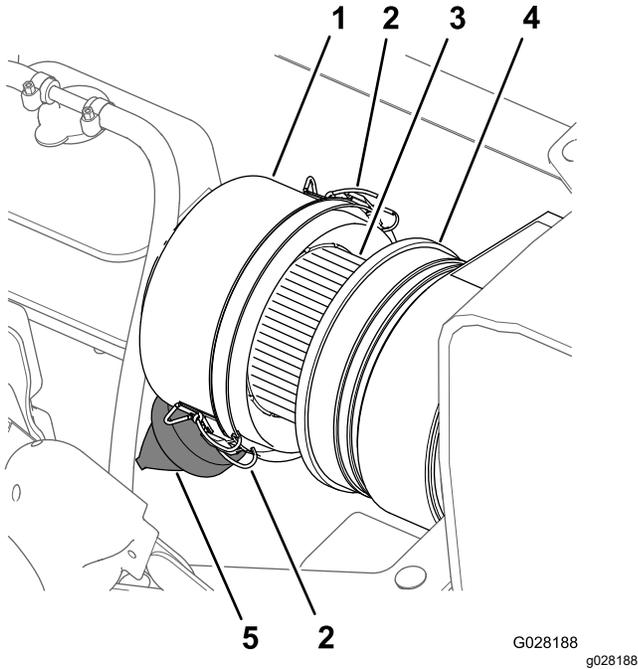
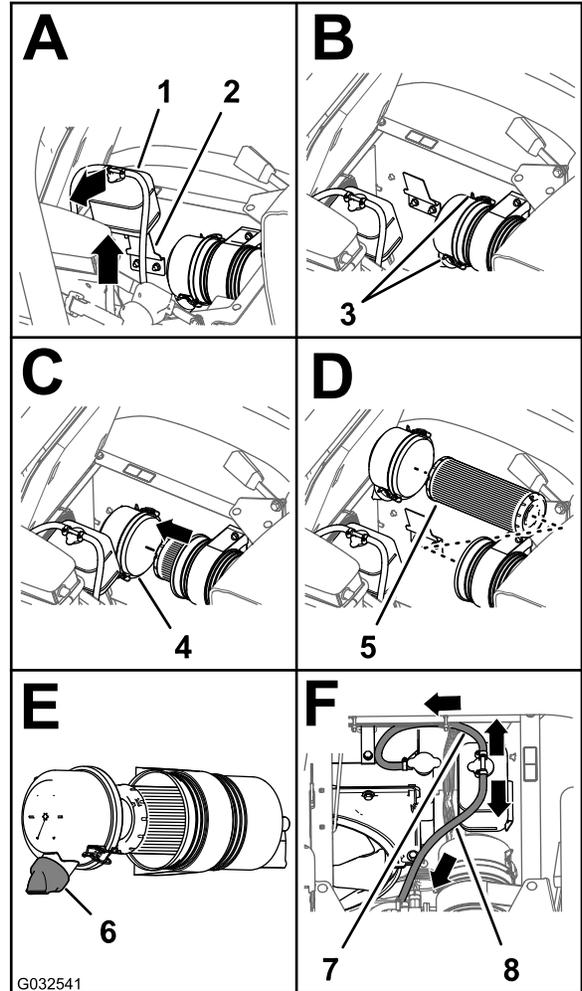

图 76
图 77
3. 清洁防尘盖和空气滤清器壳体 图 76。
4. 检查空气滤清器壳体是否存在可能导致空气泄漏的损坏 图 76。
5. 挤压防尘阀清除污物、灰尘和杂物 (图 76)。
7. 检查空气滤清器滤芯是否积聚了过多灰尘、污物和杂物 图 76。
8. 将防尘盖安装到空气滤清器壳体上使用 2 个搭扣固定防尘盖 图 76。
2. 清洁防尘盖和空气滤清器壳体 图 76。
3. 向上提起冷却液溢流罐并将其移离溢流罐支撑架 图 77。
4. 松开将防尘盖固定至空气滤清器壳体的 2 个搭扣 图 77。
6. 用湿抹布将防尘盖、空气滤清器壳体和防尘阀内部擦拭干净 图 76和 图 77。
7. 将空气滤清器滤芯插入空气滤清器的壳体 图 77。
- 将防尘盖安装到空气滤清器壳体上使用 2 个搭扣固定防尘盖图 77。
注意 确保从尾端看时防尘阀在 57 点钟位置是对齐的图 77。
- 将冷却液溢流罐与溢流罐支撑架对齐稳固放置溢流罐图 77。
重要事项 确保压力释放软管向前下方伸出溢流罐通风软管向后方伸出如图 77 所示。